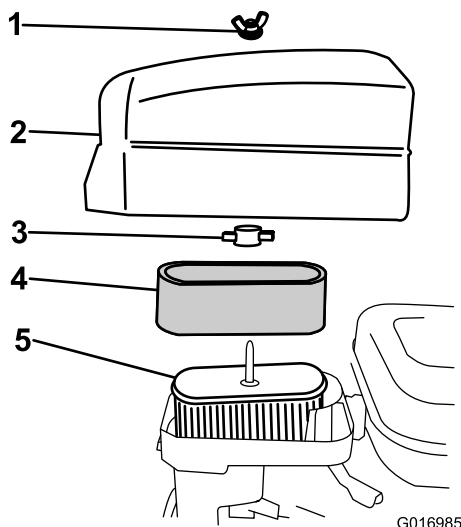

Figura 32
4. Se l'elemento in schiuma sintetica è sporco, toglietelo dall'elemento di carta (Figura 32) e pulitelo come indicato di seguito: